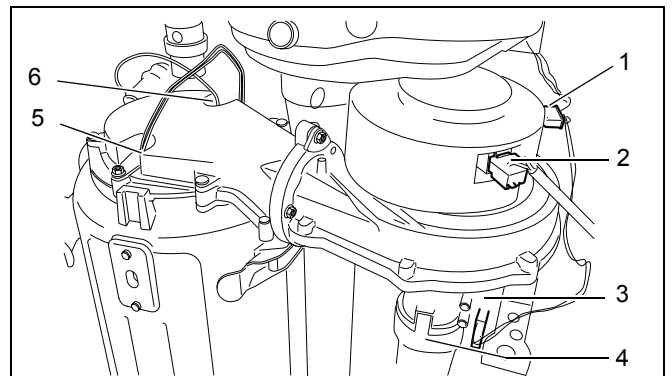

Fig. 44 Se desface steckerul de la ventilator și rampa de gaz
- Se desface steckerul (Fig. 44, Poz. 1, 2 și 3) de la unitatea de preamestec gaz/aer.
- Se demontează țeava de aspirație aer de la unitatea de preamestec gaz/aer (Fig. 44, Poz. 4).
- Se desface steckerul de la stiftul de ionizare (Fig. 44, Poz. 6) și incandescența (electrod aprindere) (Fig. 44, Poz. 5).